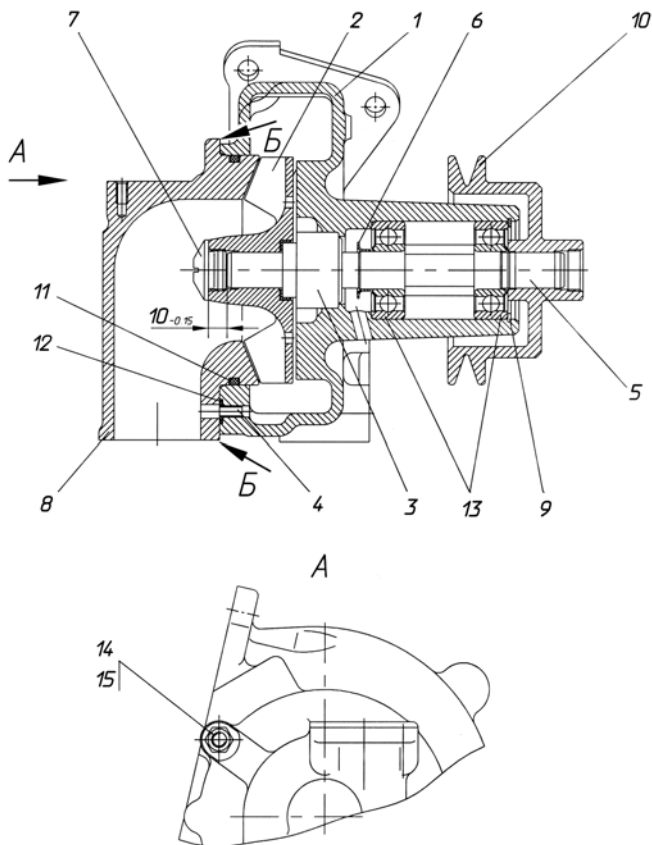

Рис. 13. Водяной насос:
5. Отвернуть гайки 14 (рис. 13) патрубка 8.
13. Выпрессовать из корпуса 1 вал 5 с водосбрасывателем 6 и подшипниками 13 (см. рис. 13).
2. Напрессовать на вал 5 (рис. 13) подшипники 13 и водосбрасыватель 6. При этом необходимо:
9. Напрессовать крыльчатку 2 в сборе с манжетой и уплотнительной втулкой на вал 5 (рис. 13). При этом необходимо:
- установить крыльчатку ив валу в размер $10_{-0,15}$ мм (рис. 13) между торцом вала и торцом ступицы крыльчатки. Для этого необходимо при запрессовке установить на торец вала диск диаметром не более 13 мм и высотой $10_{-0,15}$ мм.